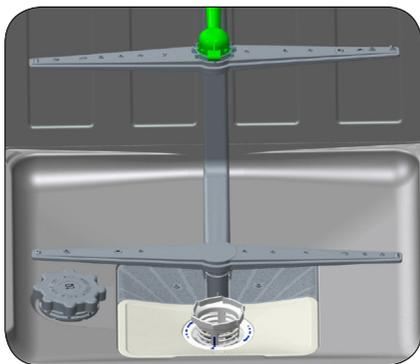

Рис. 15
- Необходимо регулярно проверять и чистить разбрызгиватели, чтобы содержащиеся в жесткой воде вещества не засоряли сопла разбрызгивателей. Для снятия верхнего разбрызгивателя следует, удерживая его, открутить гайку крепления разбрызгивателя против часовой стрелки. Для снятия нижнего разбрызгивателя следует потянуть его с усилием вверх (см. рис. 15).